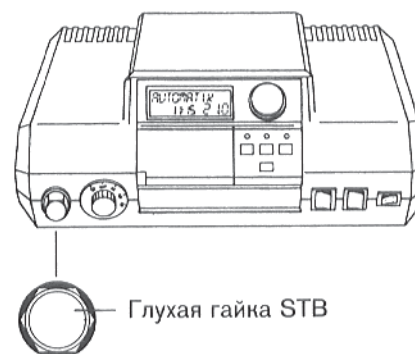

Рис. 5
- Для того, чтобы произвести деблокировку предохранительного теплового реле необходимо отвинтить глухую гайку у STB и вдавить находящуюся под ней кнопку подавления помех (рис. 5).